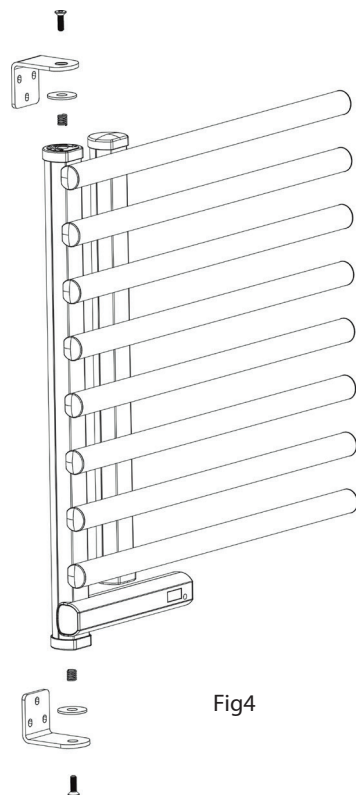

Fig4
4. Plaats de veer op het product zoals weergegeven in de afbeelding en bevestig deze met een schroef van 6x35 mm. Herhaal dezelfde handeling aan de boven- en onderzijde. Zie Fig. 4.